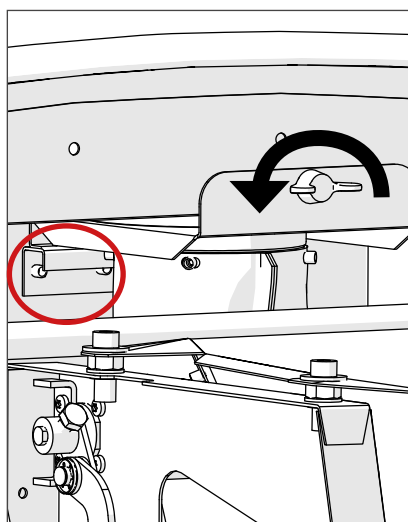

Ilustración 15
3. Desatornille el tornillo de la cubierta metálica sobre el ventilador principal (Ilustración 15).
4. Retire con cuidado el ventilador del inodoro. El ventilador se coloca sobre un soporte en la pared trasera, sujételo firmemente con un sello de goma. Por tanto, es necesario extraerlo lentamente (Ilustración 15 y 16).
6. Vuelva a montar el ventilador. Asegúrese de que el ventilador esté debidamente asentado en la parte superior del soporte de la pared trasera (Ilustración 15).